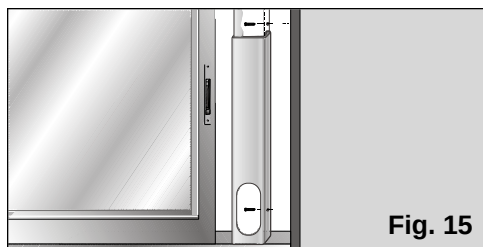

Fig. 15
- Para o poder fixar à janela / terraço, dispõe de dois orifícios laterais. Por meio de dois parafusos (não incluídos com o acessório), o utilizador poderá fixá-lo ao caixilho ou à parede sem perigo de que este se mova ou caia da sua posição, **Fig. 15**.